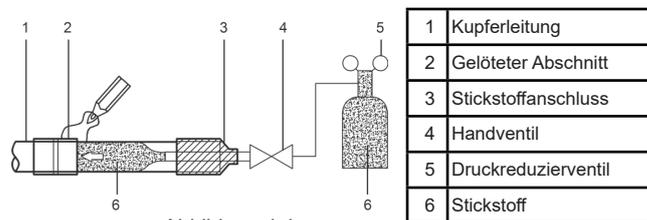

Abbildung 4.4
- Wird das Rohr während des Schweißens mit Stickstoff gefüllt, muss der Stickstoff mit dem Druckablassventil auf 0,02 MPa reduziert werden. Siehe Abb. 4.4